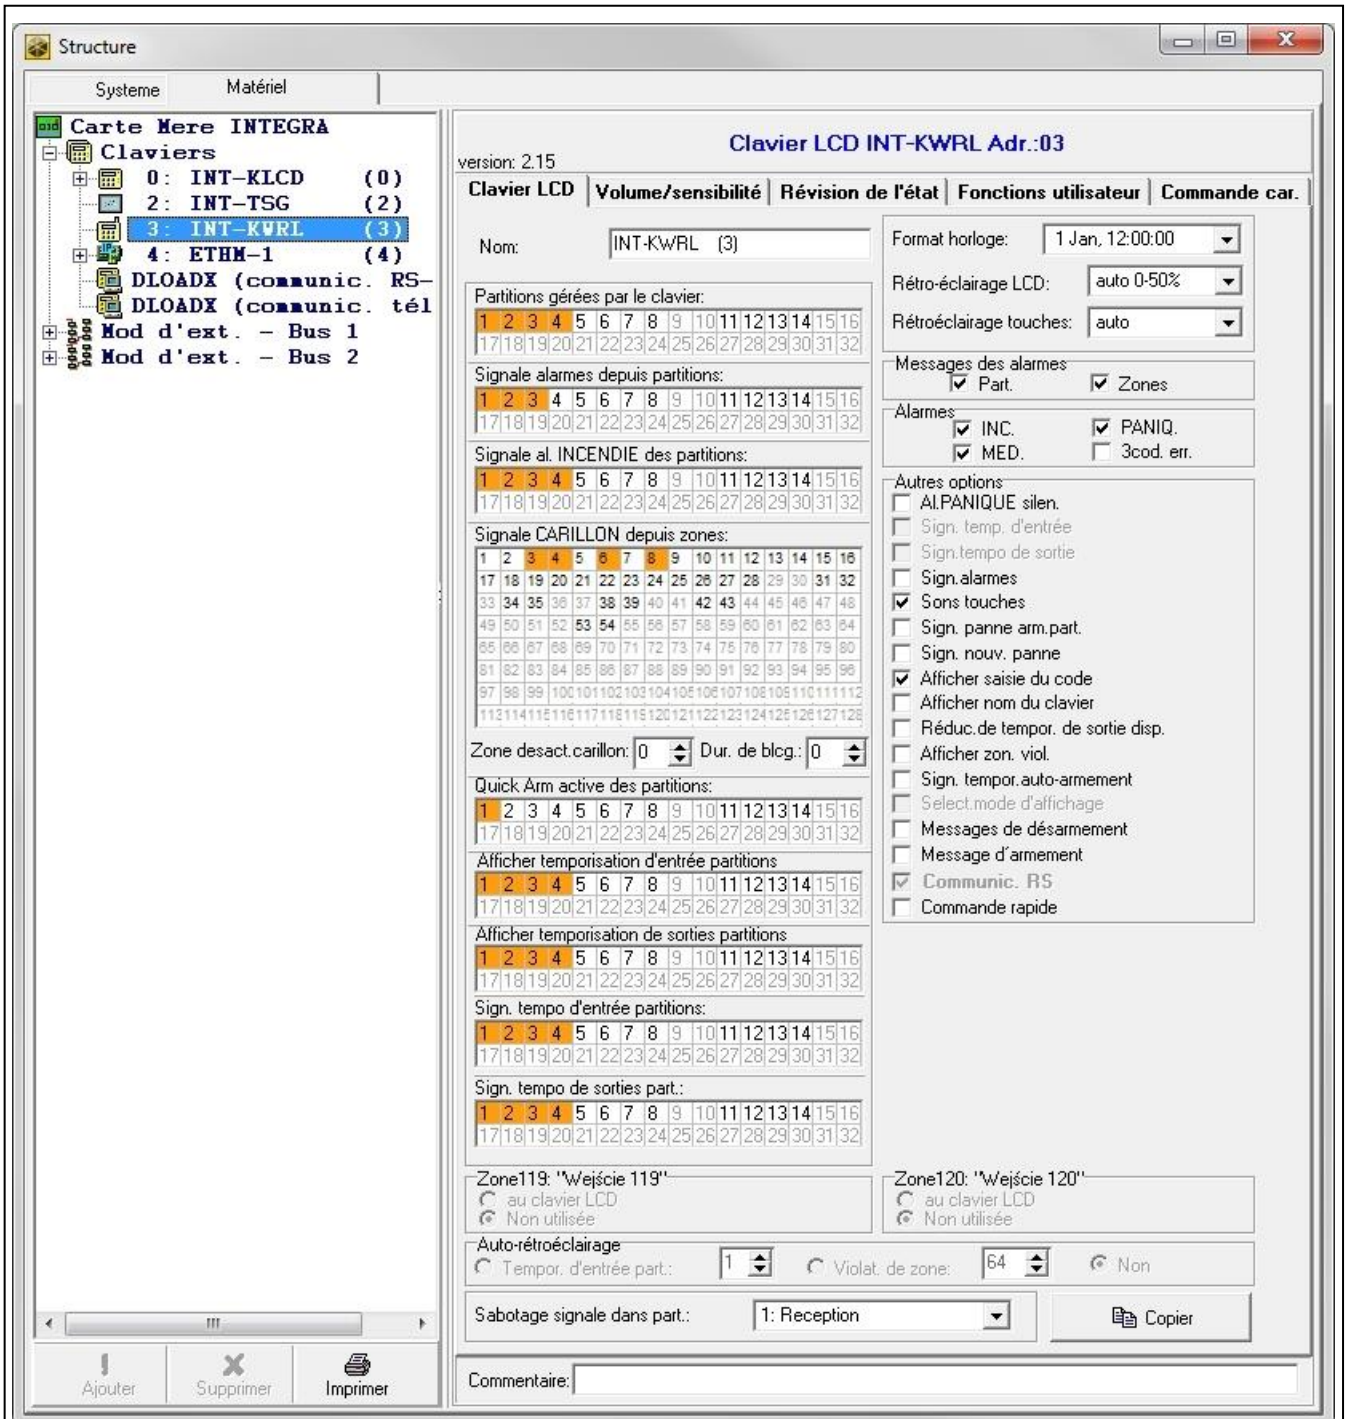

Fig. 7. Programme DLOADX : paramètres du clavier sauvegardés dans la centrale d’alarme – onglet « Clavier ».
- programme DLOADX : fenêtre « Structure » → onglet « Matériel » → branche « Claviers » → [nom du clavier] (voir : fig. 7).